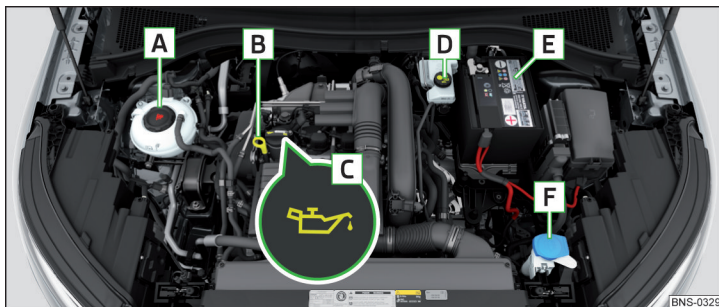

Fig. 324 Exemple de dispunere în compartimentul motor
- Deșurubați capacul orificiului de umplere cu ulei **C** » fig. 324 la pagina 286.